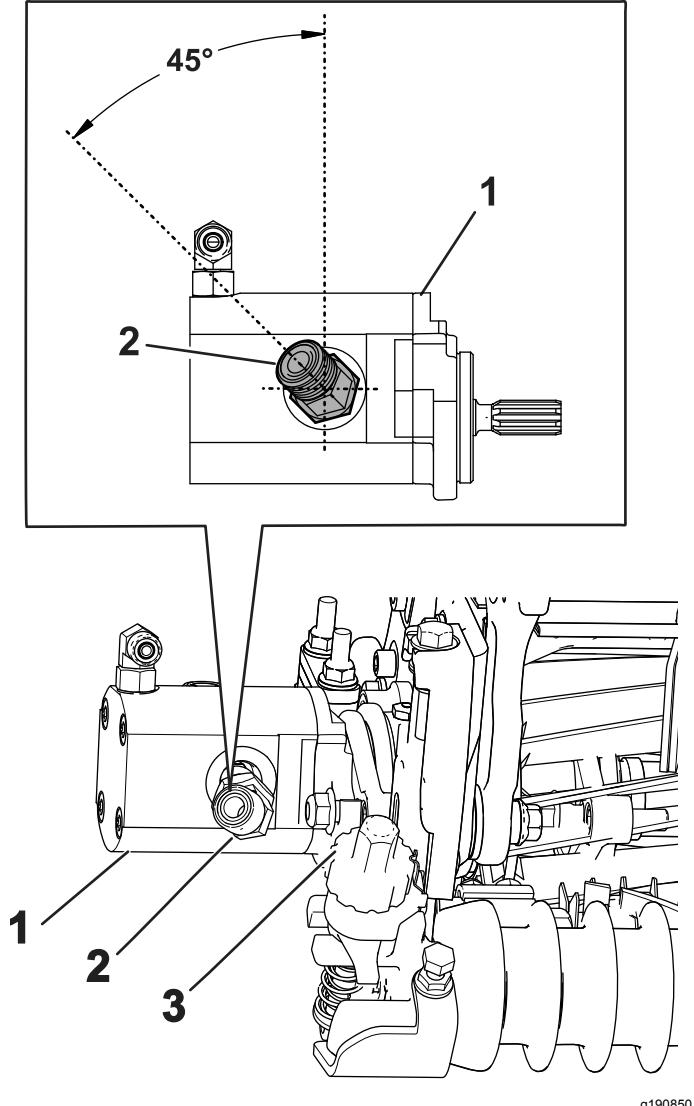

図 18
4. 新しい 45° フィッティングを取り付ける。取り付け角度を図 18 のように調整する。フィッティングを $47-58 \text{ N}9.1-11.3 \text{ kg}\cdot\text{m}$ $= 35-43 \text{ ft-lb}$ にトルク締めする。